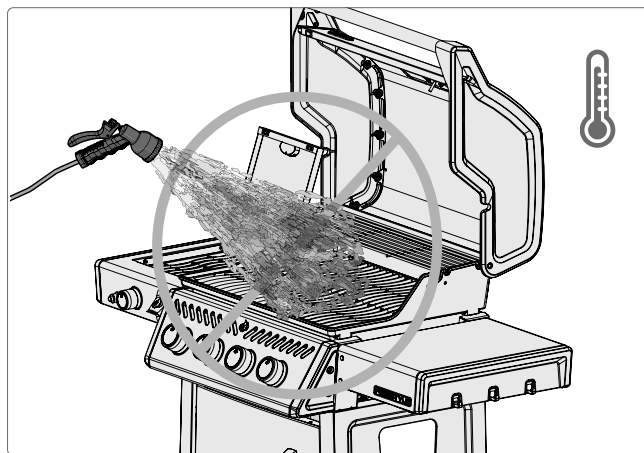

Fig. 27
1. Blus nooit een vlam of controleer steekvlammen met water (**Fig. 27**)